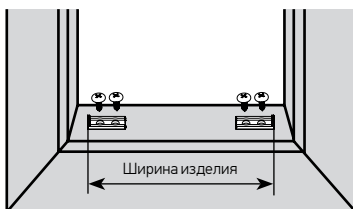

Рис.18
- 3) Просверлить отверстия Ø 2.0 мм и прикрутить каждую опору двумя саморезами 2,9х9,5 мм (Рис.18). Внешние кромки опор должны совпадать с отмеченными линиями ширины изделия зеркально сверху и снизу рамы.